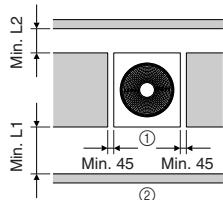

Fig. 2-6
(3) Om inlften kommer från höger och vänster sida (Fig. 2-6)